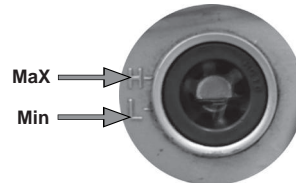

imagen 21. Mirilla del aceite
3. Verificar que el nivel de aceite se encuentre en la marca de máximo. *Ver imagen 21.*